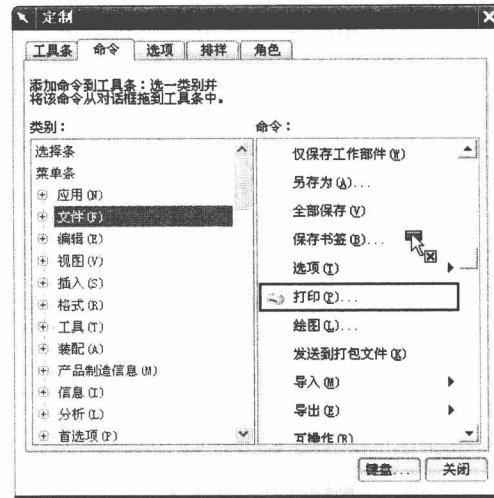

图 1.13 工具条定制方法
(2) 打开“命令”选项卡，在“类别”选项区中选择相应的项目，右边的“命令”选项区将变为对应的工具条选项。将“命令”选项区中所需的命令按钮拖放至工具条或菜单中后释放鼠标左键，即可添加该命令按钮，如图 1.13 所示。